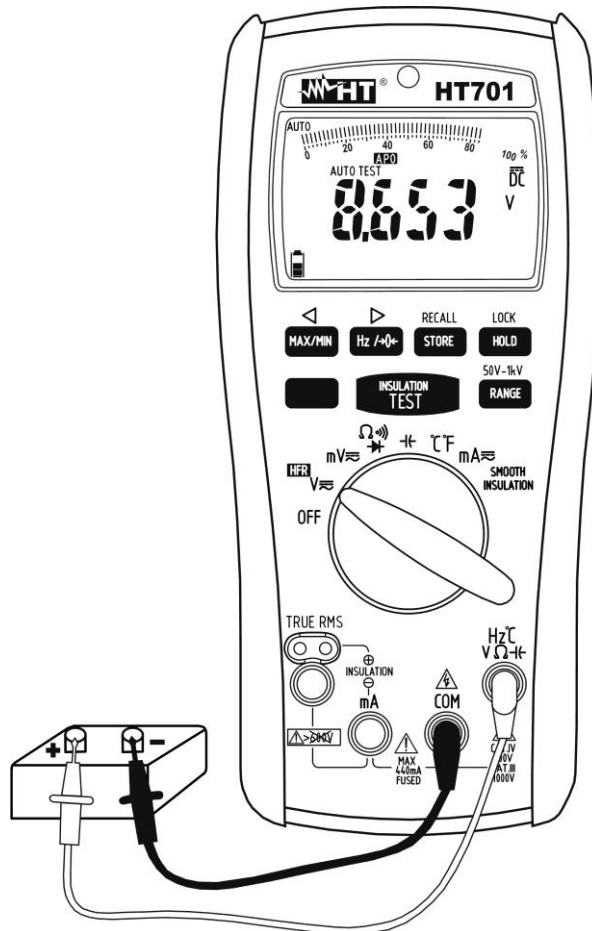

Fig. 2: Uso del instrumento para medida de Tensión CC
4. Insertar el cable rojo en el terminal de entrada $Hz^{\circ}CV\Omega Hz$ y el cable negro en el terminal de entrada **COM** (vea Fig. 2)
7. La visualización del símbolo "-" sobre el visualizador del instrumento indica que la tensión tiene sentido opuesto respecto a la conexión de Fig. 2.